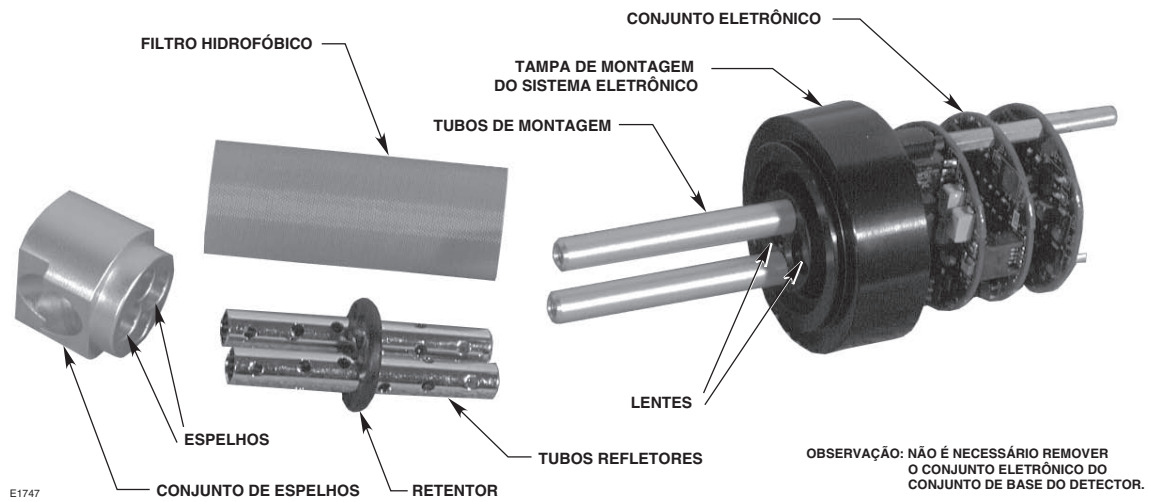
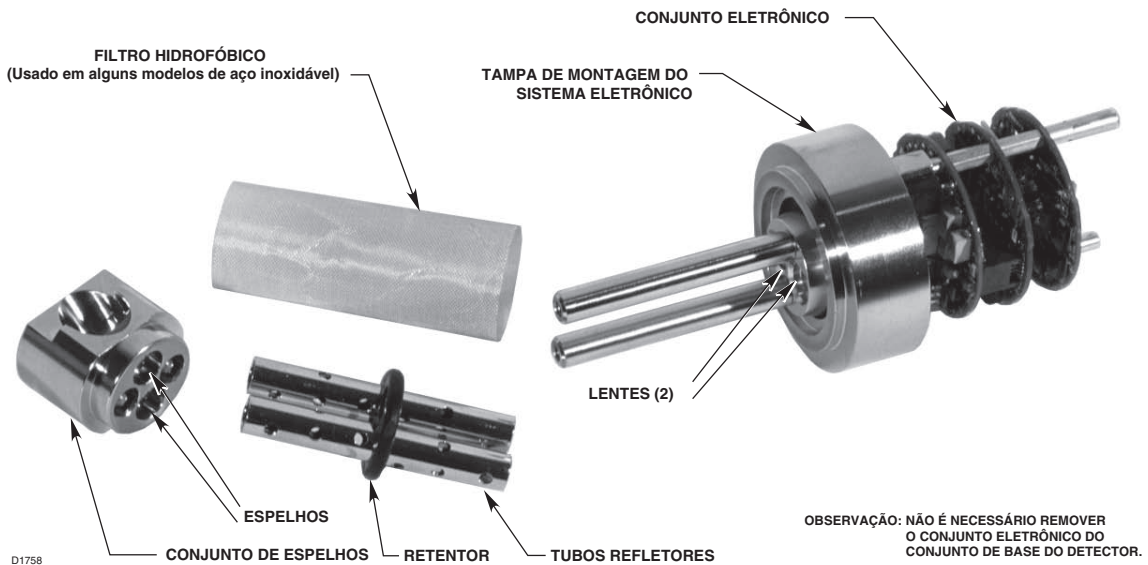

Figura 26 — Desmontagem para limpeza do detector PIR9400 de alumínio
Figura 27 — Desmontagem para limpeza do detector PIR9400 de aço inoxidável
2. Afrouxe os dois parafusos cativos da parte superior do conjunto de espelhos (Figura 12) e retire o conjunto de espelhos, o filtro hidrofóbico e os tubos refletores deslizando-os do conjunto eletrônico e da tampa de montagem do sistema eletrônico. Veja a Figura 26 (modelo de alumínio) e a Figura 27 (modelo de aço inoxidável).
3. Desmonte o conjunto de espelhos, os tubos refletores e o filtro hidrofóbico como mostrado na Figura 26 e na Figura 27. Não remova a tampa de montagem do sistema eletrônico.